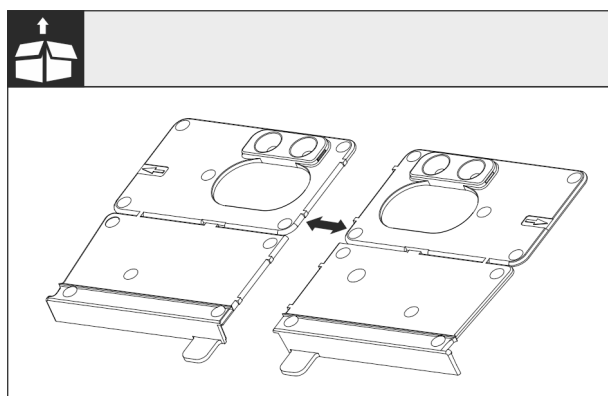

Fig. 27
► Oddeľte montážny uholník dna Fig. 27 () na perforácii.